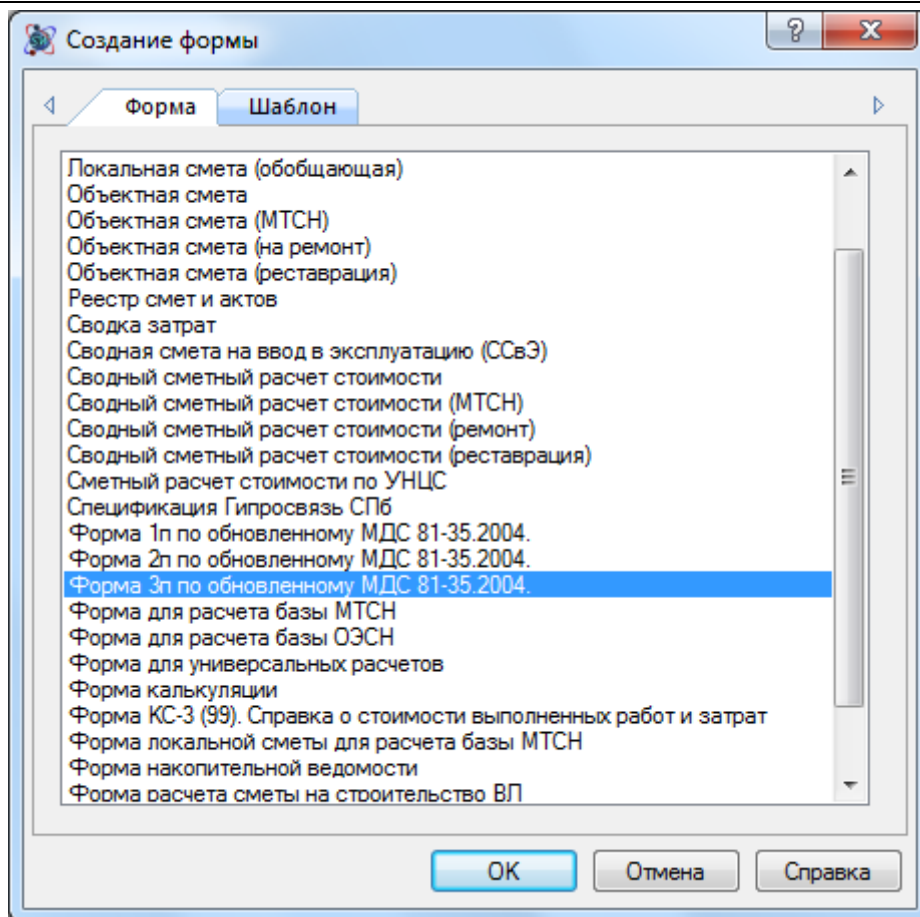

Рис. 8.12 Создание Формы 3п
3. В диалоговом окне *Создание формы* выбрать **Форма 3п** (рис. 8.12) и нажать кнопку ОК.